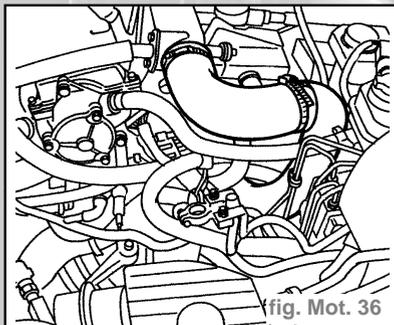

fig. Mot. 36
- Desserrer les colliers et déposer le manchon représenté (fig. Mot. 36).